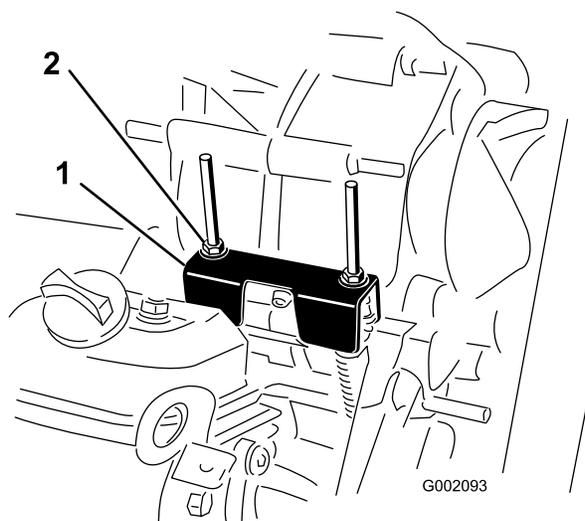

Figura 64
Sempre que for necessário efetuar operações de manutenção programada e/ou diagnósticos do motor, deverá colocar o conjunto eixo-transmissão na posição NEUTRA (Figura 64). A alavanca de mudanças da máquina possui uma posição de PONTO MORTO que controla a posição neutra do conjunto
2. Certifique-se de que o suporte neutro está na posição {PONTO MORTO (ao nível do suporte do cabo ao capot situado por baixo do suporte das mudanças), rodando a embraiagem (Figura 64).
3. Rode uma das porcas de bloqueio (Figura 64) para conseguir 0,76 a 1,52 mm de folga entre a parte inferior da porca/anilha e o suporte neutro.